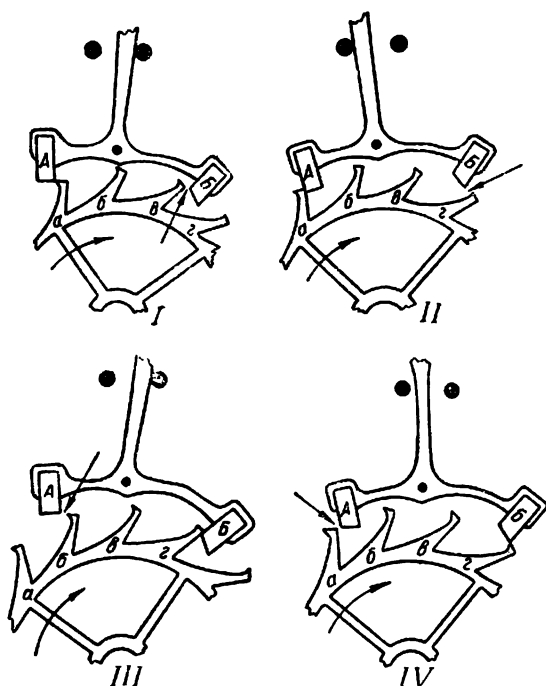

Рис. 112. Углы падения
**П а д е н и е** определяется как свободный поворот анкерного колеса с момента, когда один зубец покинет плоскость импульса палеты, а другой — упадет на плоскость покоя противоположной палеты. Этот поворот можно видеть на рис. 112, I—IV.
**Г а р а н т и р о в а н н ы й   з а з о р** — расстояние между зубцами анкерного колеса и палетами, показанное стрелками на рис. 112, II и III. В случае недостаточного зазора между зубцами анкерного колеса и палетами этот дефект может послужить причиной заклинивания палеты на зубце анкерного колеса и полного прекращения работы механизма часов.